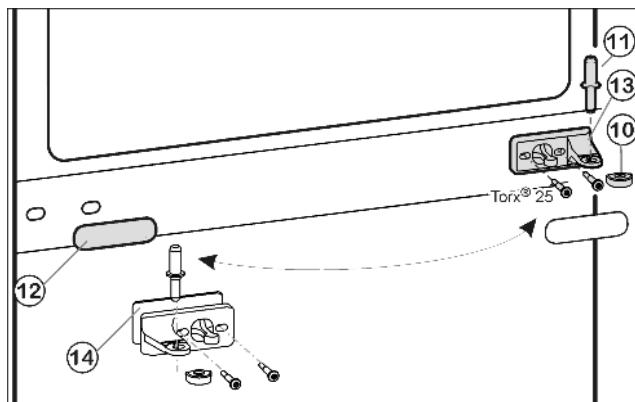
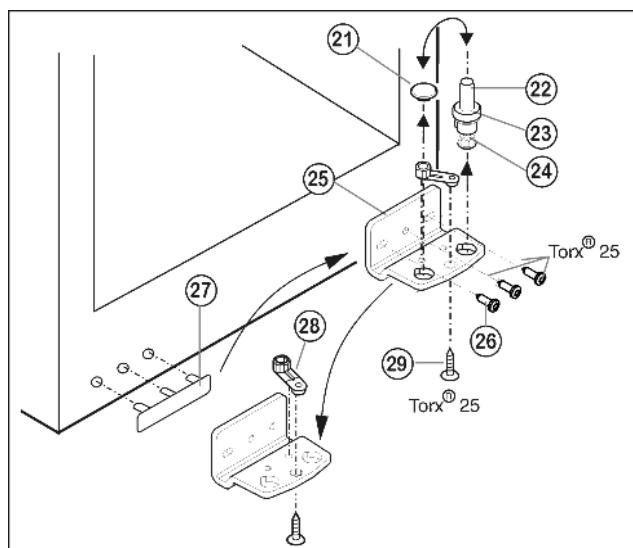

Fig. 5
Fig. 6
- Вытащите из опорного кронштейна и нижней дверцы средний опорный винт Fig. 5 (11).
- Снимите пластмассовый колпачок Fig. 5 (10).
- Открутите средний опорный кронштейн Fig. 5 (13) (2 шт. Torx® 25).
- Осторожно снимите накладку Fig. 5 (12).
- Прикрутите средний опорный кронштейн Fig. 5 (13) с подкладкой Fig. 5 (14) с поворотом на 180° на новую сторону шарнира (**с моментом 4 Нм**).
- Защелкните накладку Fig. 5 (12), повернув на 180°, на стороне, где теперь будет ручка.
- Извлеките опорный винт Fig. 6 (22) в комплекте с шайбой Fig. 6 (23) и регулируемой опорой Fig. 6 (24), вытягивая его вверх.
- Снимите пробку Fig. 6 (21).
- Открутите Fig. 6 (26) опорный кронштейн Fig. 6 (25).
- Открутите Fig. 6 (29) опорную деталь Fig. 6 (28) и, переставив в отверстие на противоположной стороне опорного кронштейна, снова прикрутите.
- Осторожно снимите и переставьте на противоположную сторону крышку со стороны ручки Fig. 6 (27).
- Снова прикрутите опорный кронштейн Fig. 6 (25) на новой стороне шарнира (**с моментом 4 Нм**). При необходимости используйте аккумуляторный шуруповерт.
- Переставьте пробку Fig. 6 (21) в свободное отверстие.
- Вновь установите опорный винт Fig. 6 (22) в комплекте с шайбой и регулируемой опорой. При этом фиксатор должен быть направлен назад.
- Установите нижнюю дверцу сверху на нижний опорный винт Fig. 6 (22).
- Снова наденьте пластмассовый колпачок Fig. 5 (10) на средний опорный кронштейн Fig. 5 (13).
- Вставьте средний опорный винт Fig. 5 (11) на новой стороне шарнира через средний опорный кронштейн Fig. 5 (13) в нижнюю дверцу.
- Установите верхнюю дверцу на средний опорный винт Fig. 5 (11).
- При необходимости выровняйте дверцы через два продольных паза в нижнем опорном кронштейне Fig. 6 (25) и среднем опорном кронштейне Fig. 5 (13) параллельно корпусу устройства. Для этого выкрутите средний винт на нижнем опорном кронштейне Fig. 6 (25).